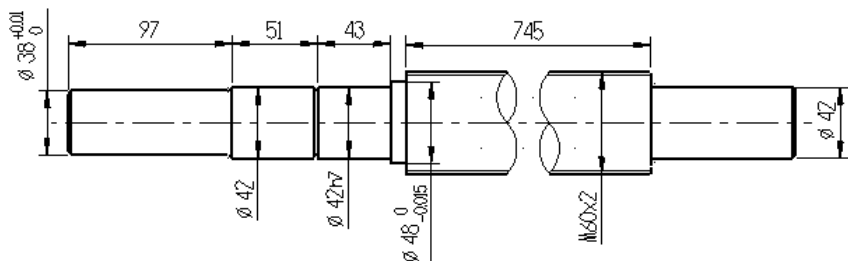
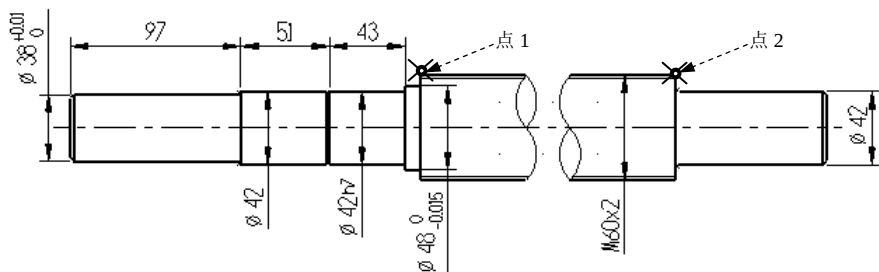

图 4.1.105 标注尺寸
图 4.1.106 定义标注对象
Step12. 标注图 4.1.105 所示的尺寸。在绘图区选取图 4.1.106 所示的点 1 (粗实线交点) 和点 2 (粗实线交点) 为标注的对象；在“尺寸标注”工具栏中单击按钮，系统弹出“编辑尺寸文字”对话框，在该对话框的文本框中将原值改为 745；在图 4.1.105 所示的位置放置尺寸。